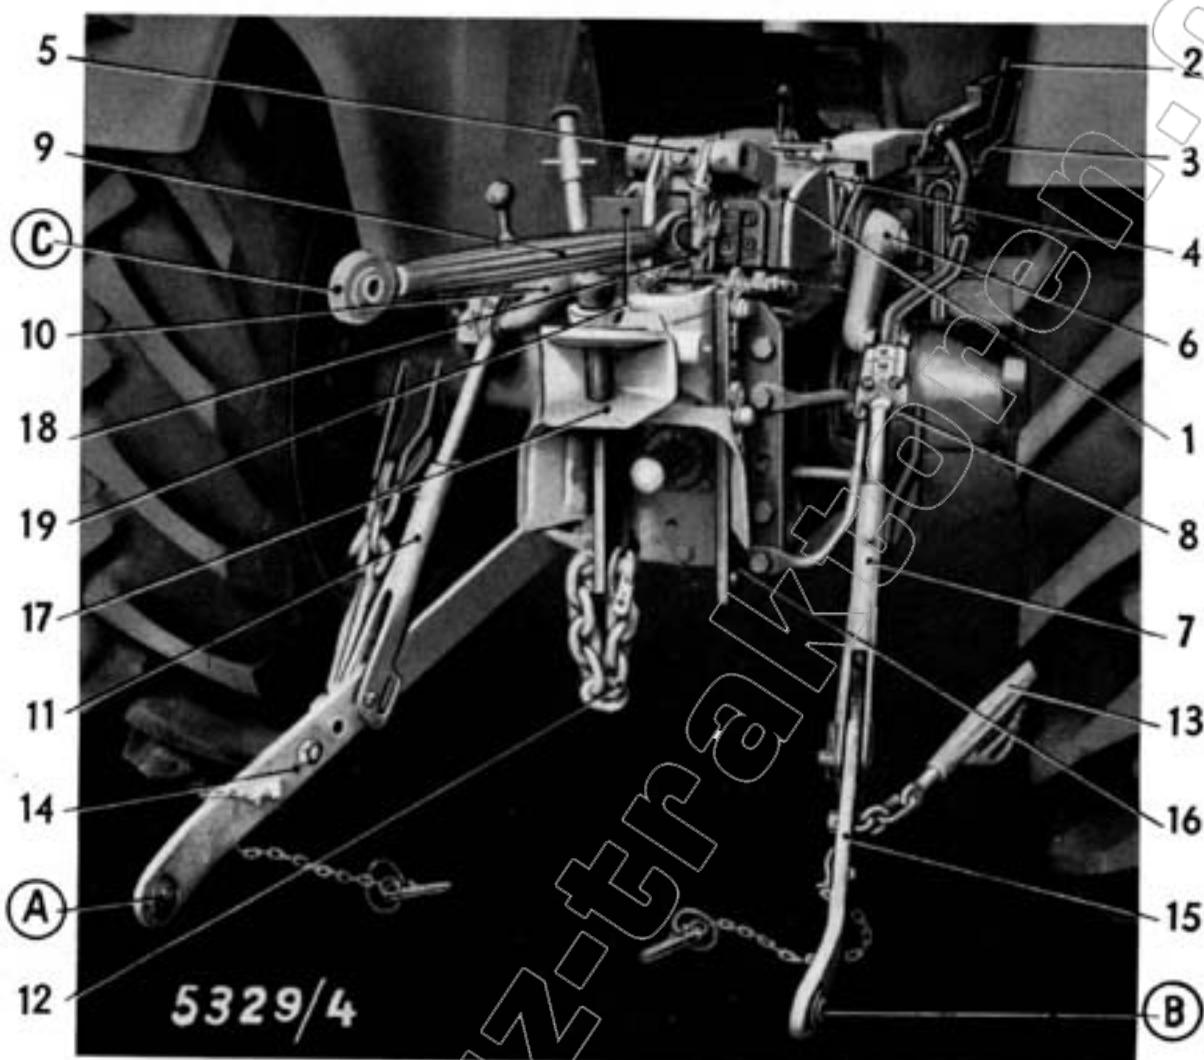
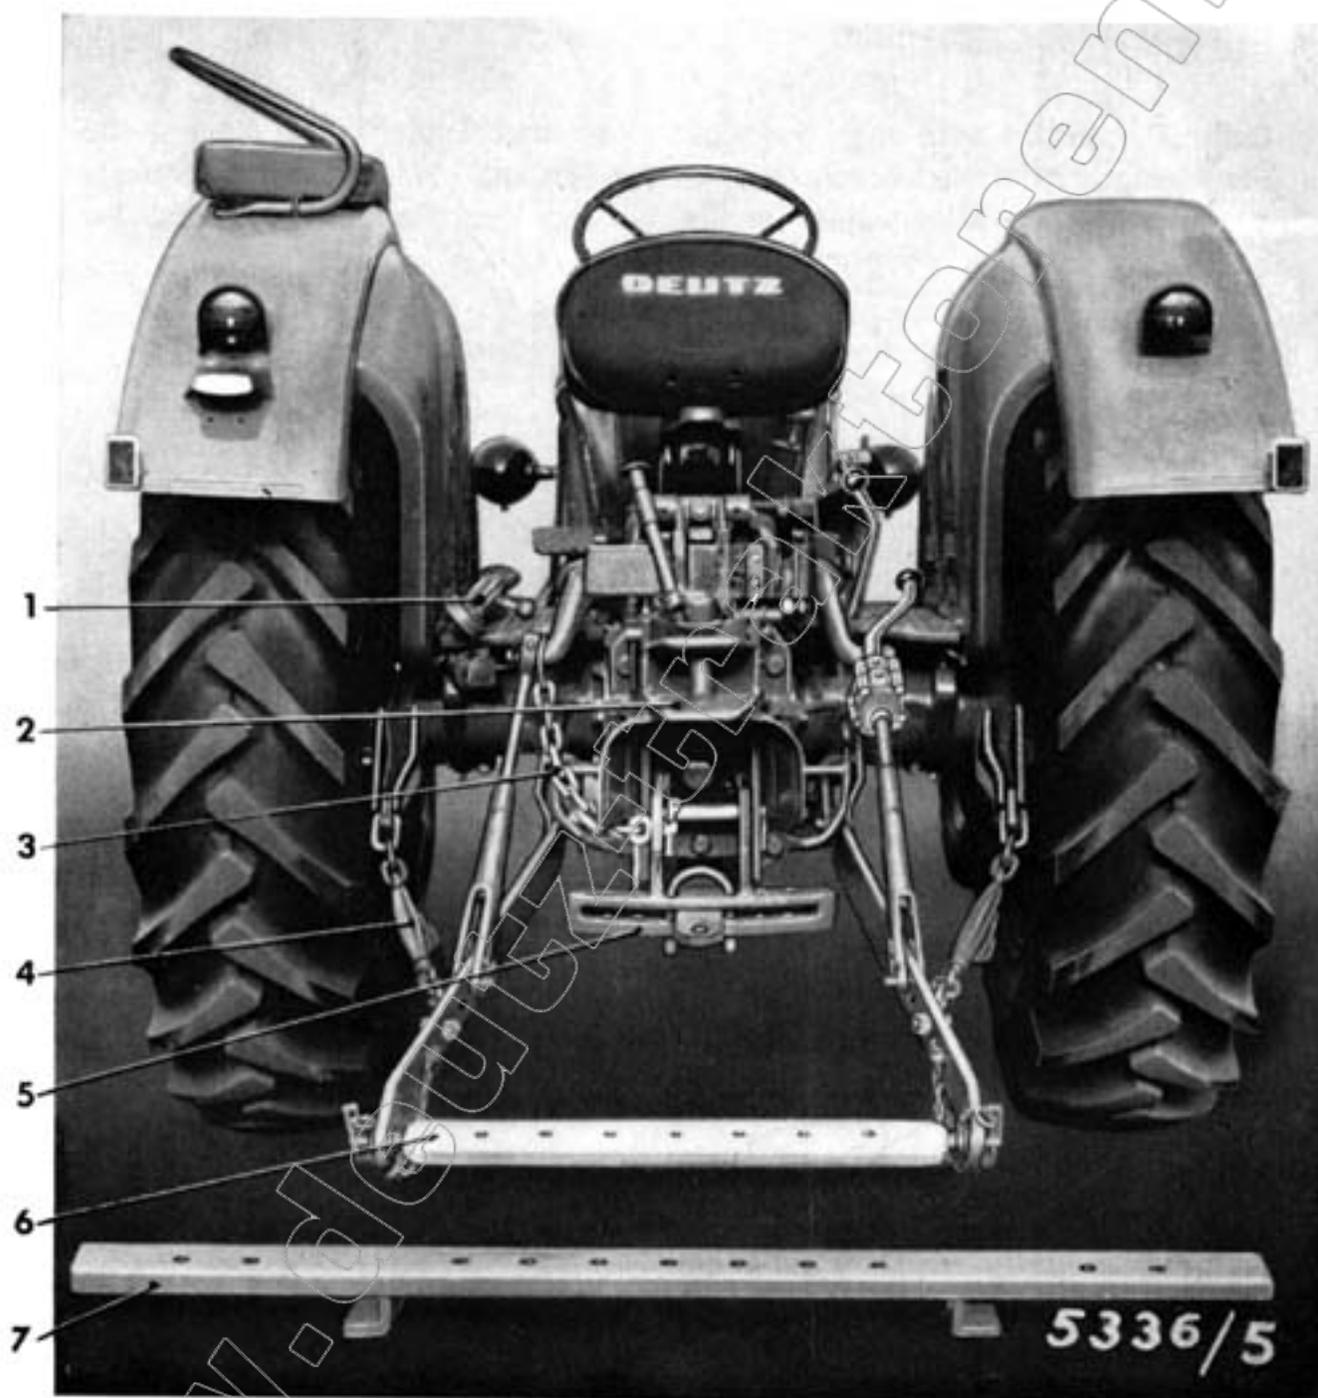

Bild 27
Bild 39
Die Dreipunkt Kupplung besteht aus den beiden unteren Lenkern 14 und 15, dem oberen Lenker 9, der Anhängeschiene 6 oder 7 (Bild 39) und den beiden Verbindungsstangen 7 und 11 (Bild 27). Die rechte Verbindungsstange (Hubstange) besitzt eine Handkurbel, die ein Verkürzen oder Verlängern der Stange zum Anpassen des rechten unteren Lenkers an die Koppelhöhe des Arbeitsgerätes und den waagerechten Ausgleich der beiden unteren Lenker ermöglicht. Die linke Verbindungsstange kann durch Verdrehen ebenfalls in der Länge verstellt werden.
5. **Spannketten** (4 – Bild 39)
Werden einachsige Anhängegeräte an die Anhängeschiene oder die unteren Lenker angeschlossen, muß die Aufwärtsbewegung der Hubarme durch die Stabilisierungskette – 3 – Bild 39 begrenzt werden, da der Hubkolben im Druckzylinder nach oben nicht hydraulisch begrenzt wird.